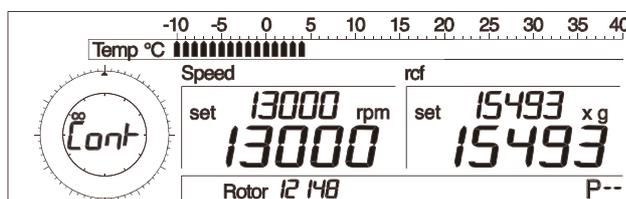

Fig. 5.12:
- à partir du réglage de durée 11:59, tournez le bouton rotatif dans le sens horaire. L'affichage « cont » et le symbole « ∞ » s'affichent à l'écran (Fig. 5.12).